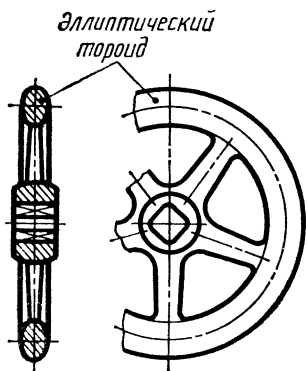

Рис. 4.42
**Примечание.** Поверхности, образуемые вращением какой-либо кривой, отличной от окружности, вокруг компланарной с ней прямой (но не являющейся их осью) называют *тороидальными* (похожими на тор), рис. 4.42.